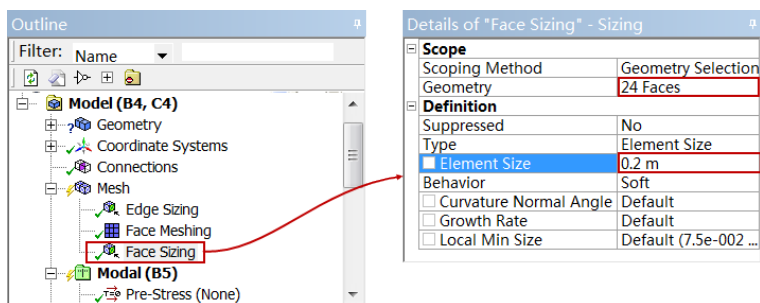

图 14-31 为面添加网格尺寸控制
- 步骤 08** 使用同样的方法，为所有的面添加网格尺寸控制，网格尺寸为“0.2m”，参数设置如图 14-31 所示。